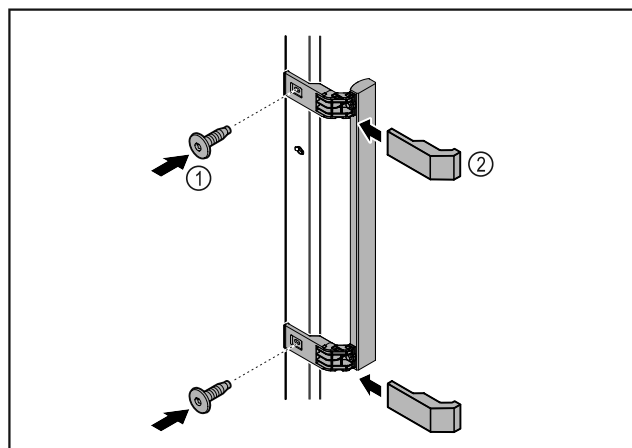

Fig. 9
- Rokturi no atsevišķā piederumu iepakojuma ar klāt pievienoto skrūvju Fig. 9 (1) palīdzību piestipriniet pie durvīm.
- Uzlieciet pārsegu Fig. 9 (2).